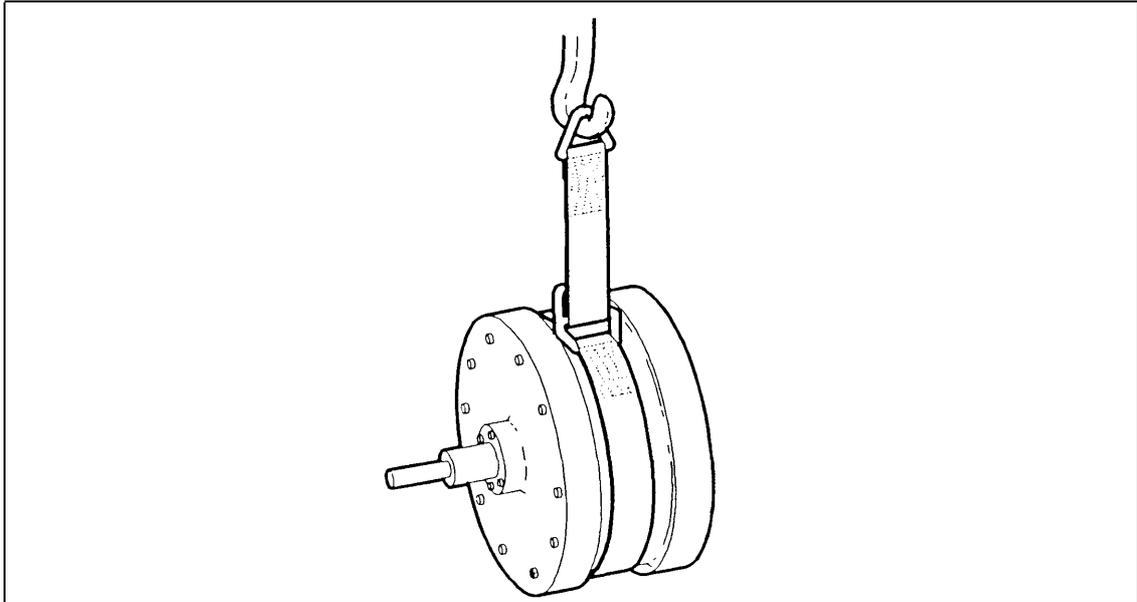

Figura 4.1.6
#### 4.1.7 Smontaggio della scatola ingranaggi (figura 4.1.6)
**ATTENZIONE !** Per smontare o montare la scatola ingranaggi, tenerla sempre con un paranco o un'attrezzatura simile in modo che l'albero scanalato non esponga a sovraccarico i cuscinetti a sfere interni. Imbragare\* la scatola ingranaggi come illustrato in figura 4.1.6.